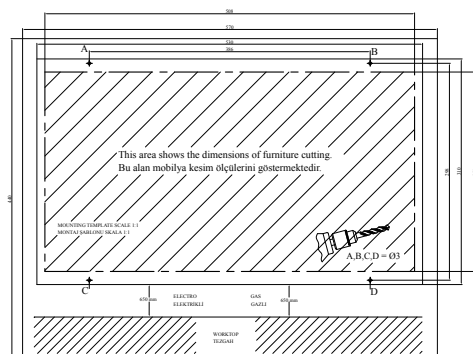

Abb. 6
- Bohren Sie mit einem 4 mm-Bohrer Löcher in die mit A, B, C, und D an der Installationsschablone gekennzeichneten Stellen. Abb. 6